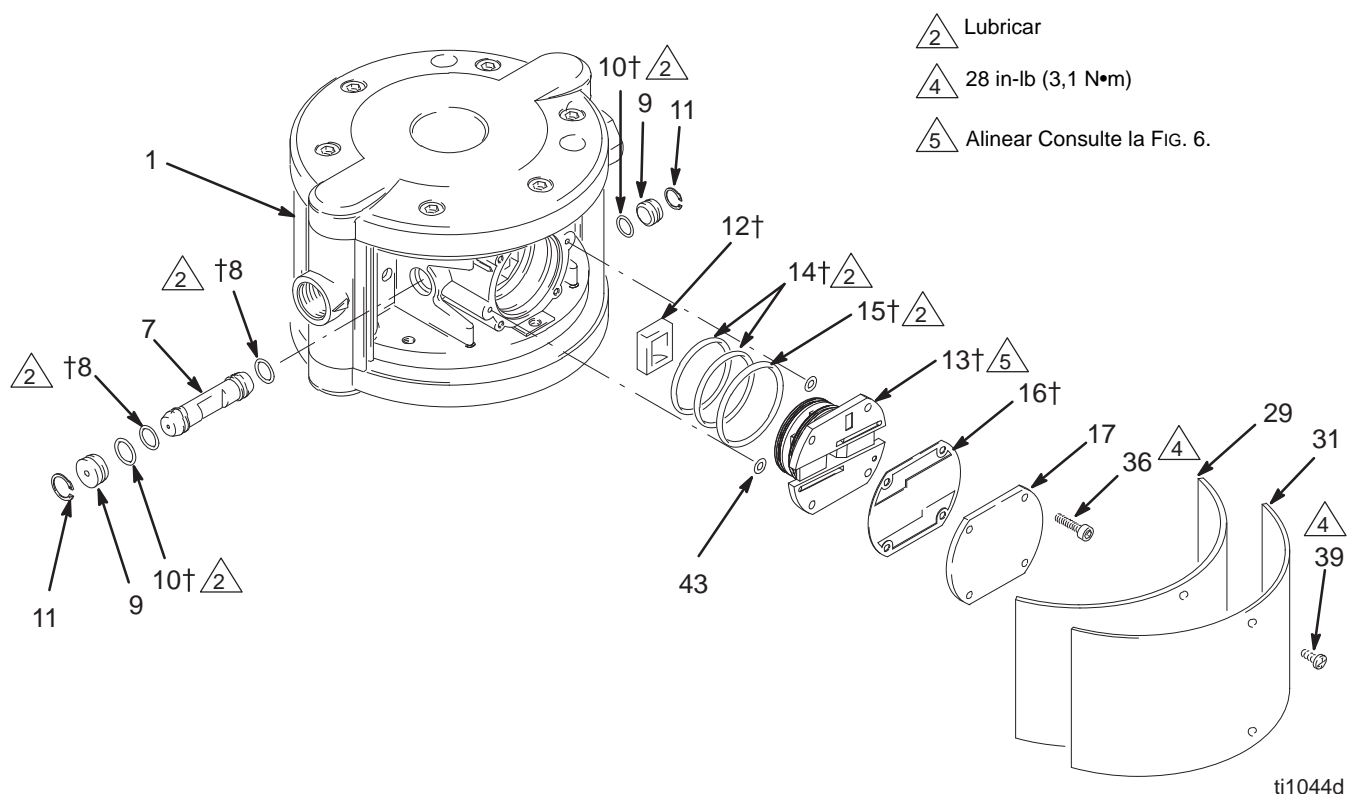

FIG. 7
1. Retire la cubierta lateral (31) y el amortiguador de fieltro (29).
2. Saque los cuatro tornillos (36), la cubierta de la válvula neumática (17) y la junta (16). Consulte la FIG. 7.
3. Consulte la Fig. 6. Tome nota de la orientación de la placa de la válvula neumática (13) con relación a la flecha de salida de fluido, con la marca "POM" hacia arriba. Saque la placa del alojamiento central (1). Saque las tres juntas tóricas (14, 15) y las dos juntas tóricas (43) de la placa. Consulte la FIG. 7.
4. Saque la copela de la válvula neumática (12) del alojamiento central (1).
5. Retire las juntas de retención (11) y el tapón (9) de ambos lados, y deslice el carro (7) sacándolo del alojamiento central (1). Retire las juntas tóricas (8, 10) del carro y del tapón.
1. Lubrique las juntas tóricas (8†) e instálelas en el carro (7). Deslice el carro hasta el interior del alojamiento central (1) de forma que la muesca quede dirigida hacia afuera, tal como se indica en la FIG. 7.
2. Lubrique cada junta tórica (10†) e instálelas en los tapones (9). Introduzca el tapón en cada lado para fijar el carro (7). Instale los anillos de retención (11) para sujetar estas piezas en el lugar correspondiente.
3. Instale la copela de la válvula neumática (12†) en la muesca del carro (7) de forma que el lado abierto esté dirigido hacia afuera.
4. Instale dos juntas tóricas (43) en el escariador del motor neumático.